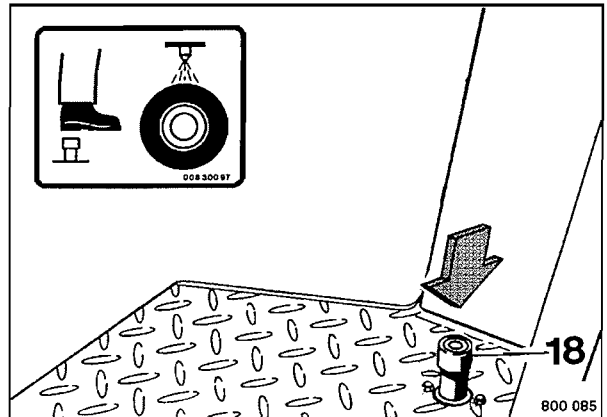

Fig. 60
- Accionar el pedal 18 (Fig. 60) .